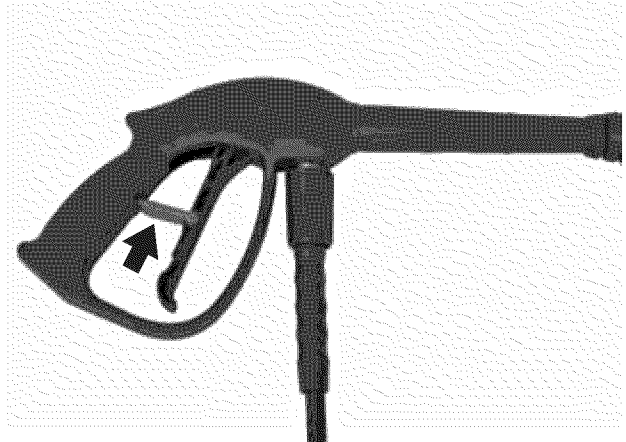

Figura 33 – Palanca de bloqueo del disparador
1. Gire la palanca de bloqueo del disparador hacia arriba y bloquee el disparador en la posición OFF (apagado) (Ver Figura 33).